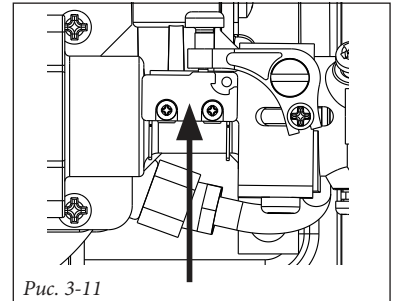

Рис. 3-11
- отсоедините провода микропереключателя (Рис. 3-11);